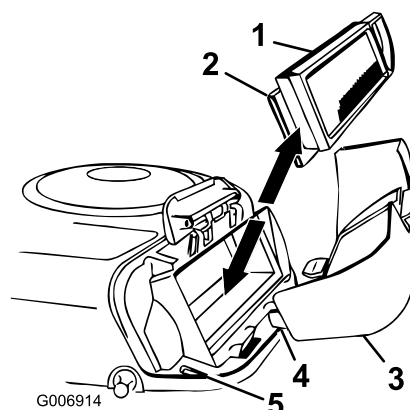

Bild 21
- Schieben Sie den Papier- und den Schaumeinsatz vorsichtig vom Gebläsegehäuse herunter (Bild 21).
2. Fluchten Sie die Nasen des Luftfilterdeckels mit den Schlitten im Gebläsegehäuse aus (Bild 21).